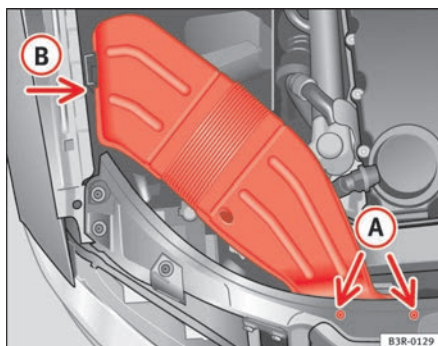

Fig. 210 Condutas de ventilação no lado direito do veículo
- Desenrosque os parafusos (A) ⇒ fig. 210.
- Separe as condutas de ventilação da guia (B) e extraia-as. ■